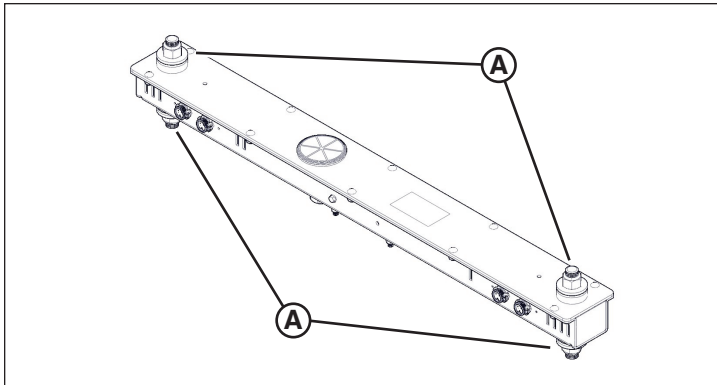

Figure 3
- Tout en supportant le luminaire, enlever l'ensemble écrou et rondelle (A, Figure 3) qui retient la culasse de lampe et enlever chaque luminaire et culasse de lampe.